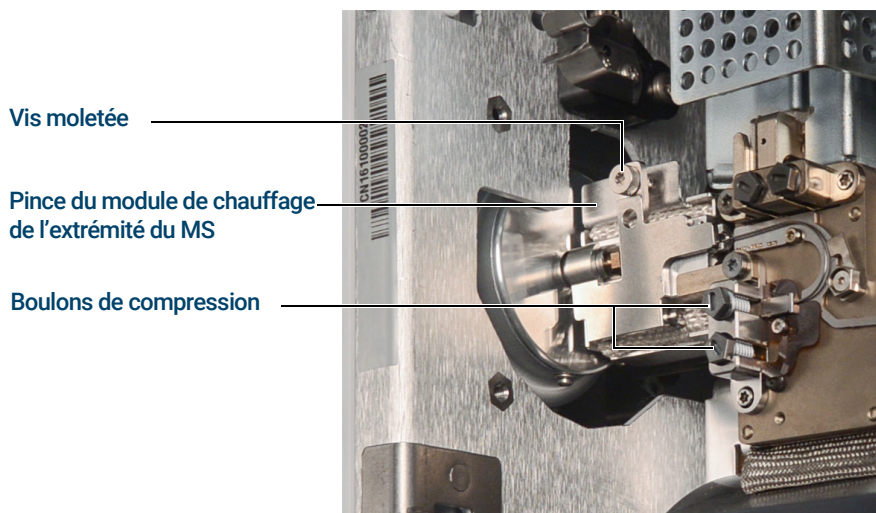

Figure 14. Pince du module de chauffage de l'extrémité du MS fermée
- 9 À l'aide du générateur de couple Intuvo, retirer le boulon de compression qui maintient le raccord autobloquant du bus de l'extrémité du GC/MS 9000. Retirer également le boulon du raccord du bus vide. (Voir **Figure 14**.)